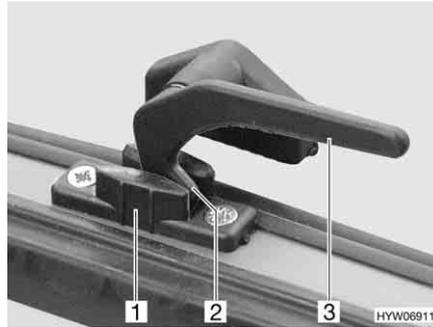

Bild 72 Verriegelungshebel in Stellung "Dauerbelüftung"
- in Stellung "Dauerbelüftung" (Bild 72)
- Alle Verriegelungshebel (Bild 72,3) eine viertel Umdrehung zur Haubenmitte hin drehen.
- Alle Verriegelungshebel wieder zurückdrehen. Die Verriegelungsnase (Bild 72,2) dabei in die Aussparung der Haubenverriegelung (Bild 72,1) einfahren.